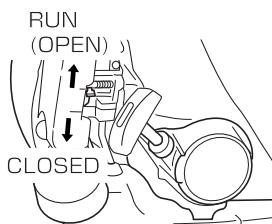

Fig. 6
2. Lleve la palanca del estárter a la posición CLOSED (cerrado). (Fig. 6)